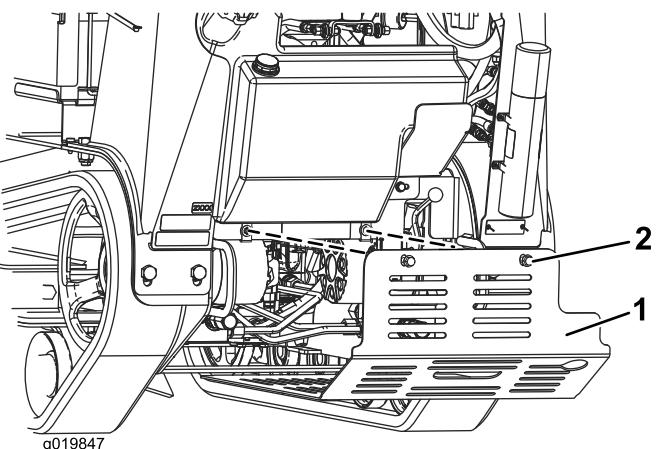

図 26
3. 下部シールドを機体に固定しているボルト2本を交互にゆるめてシールドを外す 図 26。
5. 運転する時は必ずシールドを取り付ける。下側シールドを4ヶ所のタブにセットし、外す時にゆるめたボルト2本で固定する図26。